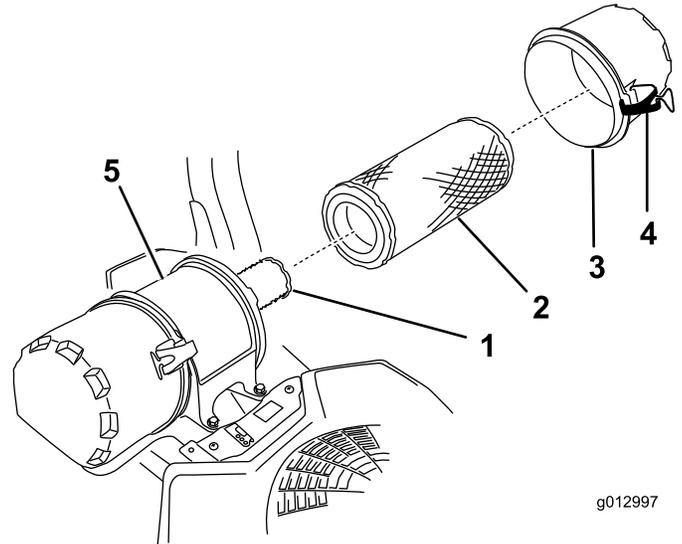

Figura 45
6. Abra los cierres del limpiador de aire y tire de la tapa del limpiador de aire para separarla del cuerpo del limpiador de aire (Figura 45).
8. Extraiga con cuidado el filtro primario del cuerpo del limpiador de aire (Figura 45).
2. Si va a cambiar el filtro interno, deslícelo cuidadosamente en el cuerpo del filtro (Figura 45).
3. Deslice cuidadosamente el filtro primario por encima del filtro interno (Figura 45).
4. Instale la tapa del limpiador de aire y fije los cierres (Figura 45).